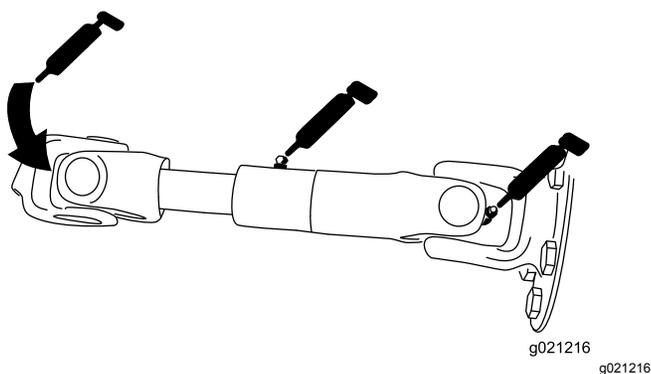

Рисунок 64
- Вал привода насоса (3 шт.) (Рисунок 64)